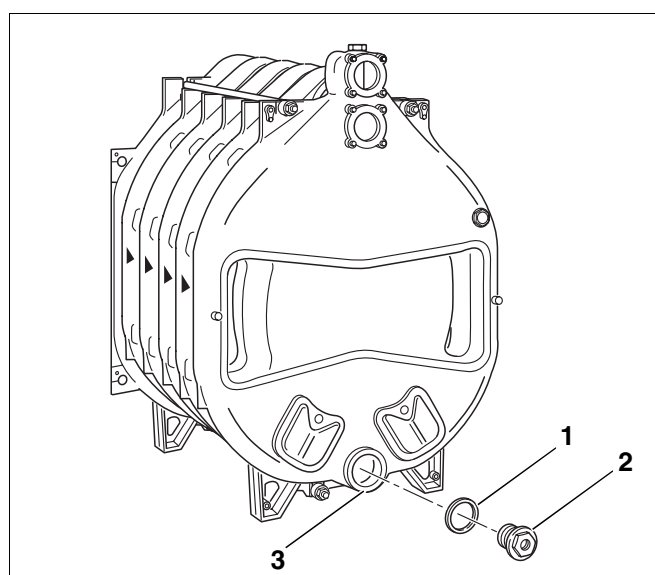

Fig. 21 Montaj – flanșă
- Butucul inferior se obturează în față și în spate (fig. 21, **poz. 3**). Pentru aceasta, se așează pe fiecare butuc garnitura corespunzătoare de etanșare (fig. 21, **poz. 1**) și se înșurubează dopurile etanș. Dopul cu filet $\frac{3}{4}$ " pentru racordul de umplere și golire (fig. 21, **poz. 2**) se montează în spatele cazanului.